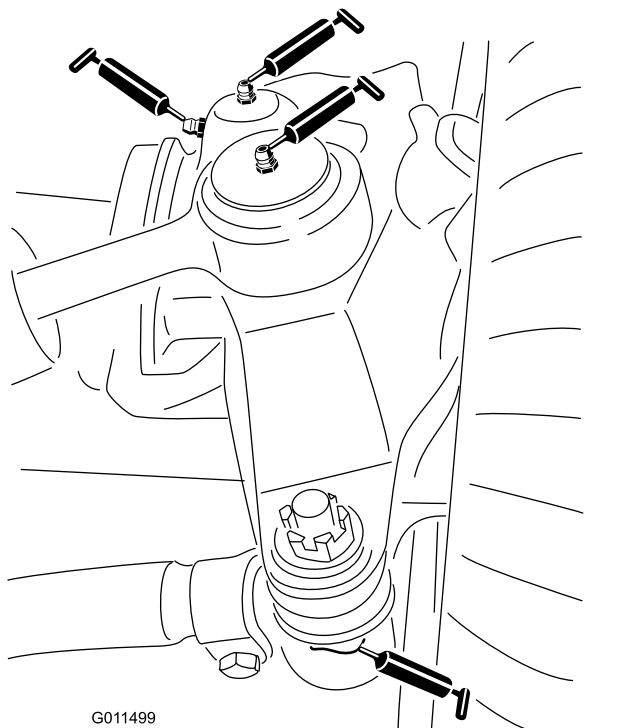

Figura 47
- Rótulas de los cilindros de dirección (2) (Figura 47)
- Rótulas de las barras de acoplamiento (2) (Figura 47)
- 2 casquillos de los pivotes de dirección (Figura 47).